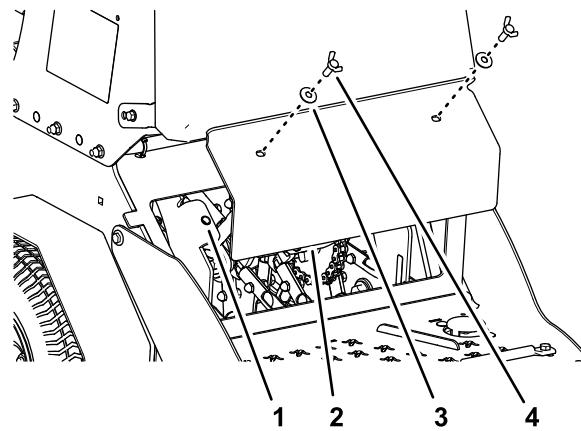

Figura 58
- Retire los 2 tornillos de mariposa ( $\frac{3}{8}$ " x 1") y las 2 arandelas ( $\frac{3}{8}$ ") que sujetan el panel de la cubierta trasera al chasis, y retire el panel (Figura 58).
- Alinee los orificios del panel de la cubierta trasera con los orificios del chasis (Figura 58).
- Sujete el panel de la cubierta al chasis con los 2 tornillos de orejeta y las 2 arandelas (Figura 58) que retiró en el paso 3, y apriete los pernos a 37-45 N·m (27-33 pulgadas-libra).